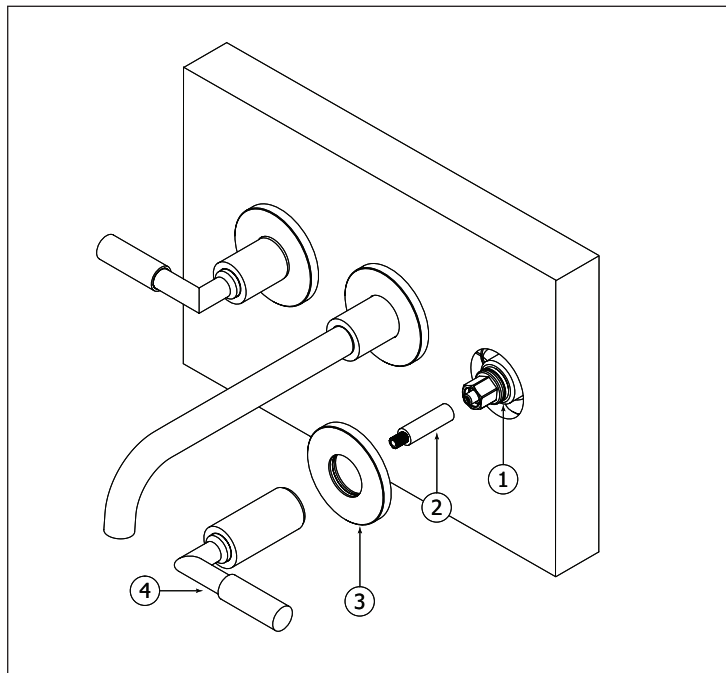

Fig.4
-Loosely position the stem extensions and the handles on the rough fig.4.
-Positionner les extensions de la tige et les poignées sur le rough , sans trop les serrer fig.4.
Position each handle as close as possible to horizontal, but set it up as per fig.4 with :
Placez chaque poignée aussi près que possible de la position souhaitée, mais assurez vous que (Fig.4)